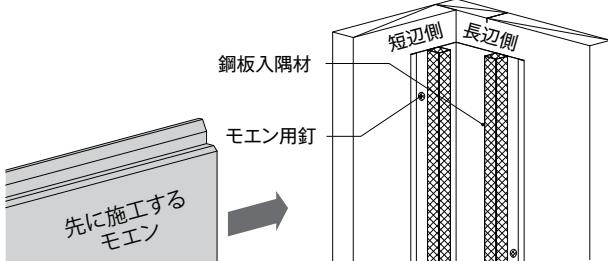

図1 鋼板入隅材の施工
- ▶ 鋼板入隅材をモエン用釘(ステンレスリング釘 $\phi 2.3 \times 38\text{mm}$)または専用ビス($\phi 4.1 \times 35\text{mm}$)で止水材の外側に1m以下の間隔で留め付ける。(図1参照)